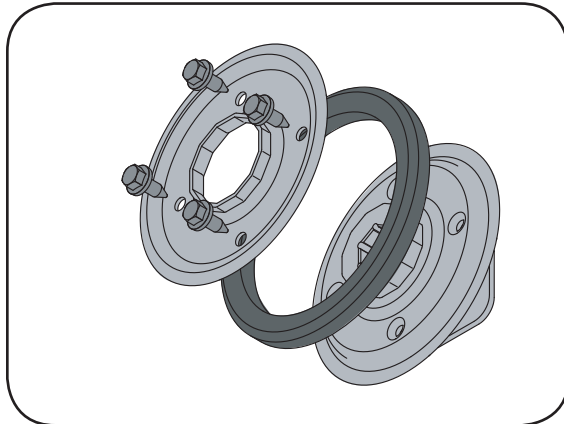

Figure 6-13
6. Enlevez les quatre vis qui maintiennent les plaques latérales de la roue de frottement. Voir la Figure 6-13.